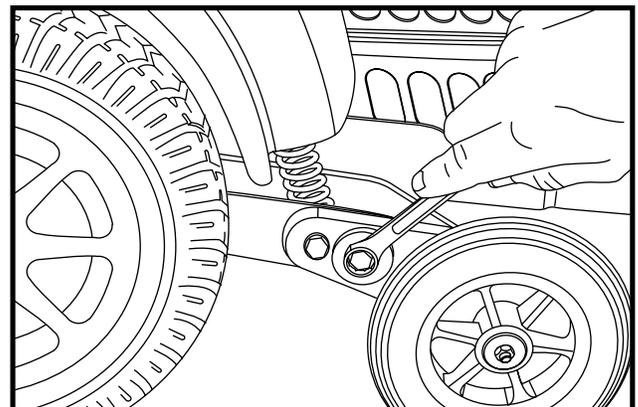

Figure 26. Support d'antibasculer (Réglez la came)
3. Placez une clé ajustable sur l'autre côté de la came. Voir la figure 26.